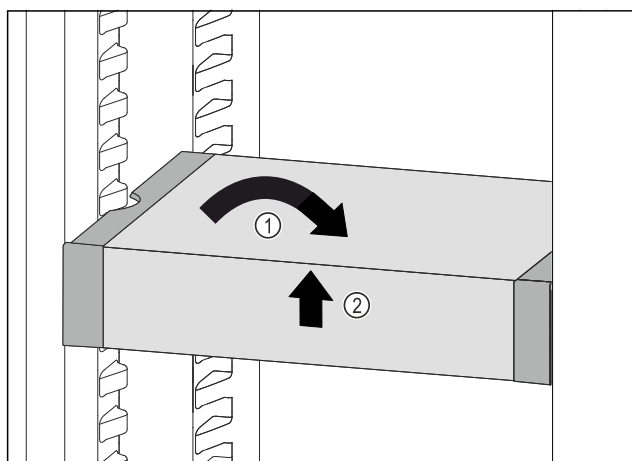

Fig. 105
- Állítsa egyenesbe a VarioSafe fiókot. Fig. 105 (1)
- Elöl emelje meg a VarioSafe fiókot. Fig. 105 (2)